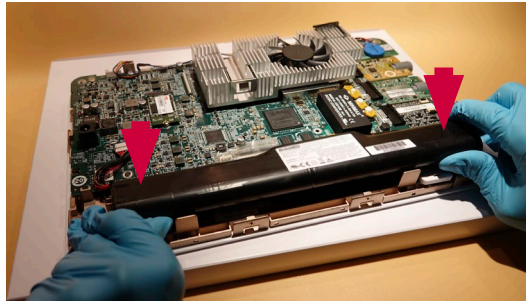

Figure 15 - Mise en place d'une nouvelle batterie avec le ruban adhésif vers le bas
d) Placer la nouvelle batterie (Figure 15)